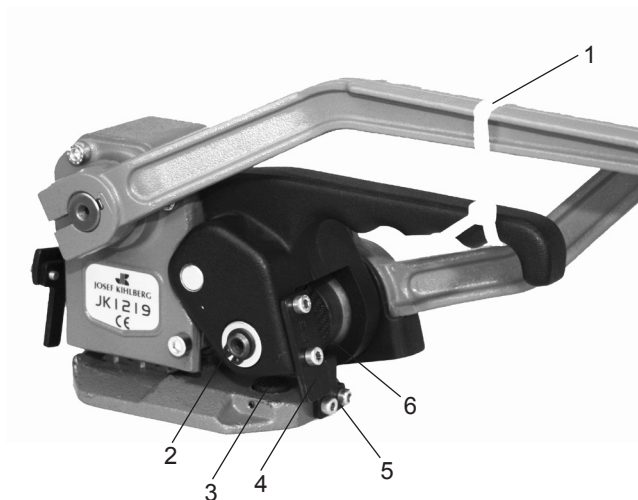

Fig. 10
- Montera ett spännband (Fig. 10/1) runt handtaget och stansspaken.
- Demontera sträckspaken åt höger. Eventuellt knacka försiktigt på axel vid pos. 2.